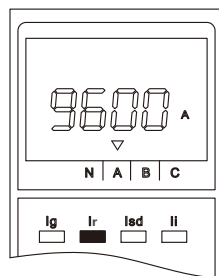
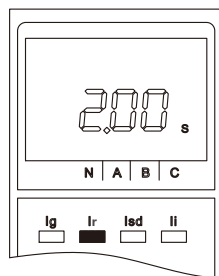

图80 脱扣电流
图81 脱扣时间
- ④ 脱扣状态：控制器正常运行时，按两下“菜单”键，则显示上一次脱扣信息，1min内自动进入正常运行状态，也可按“返回”键进行复位，详见图80、图81。